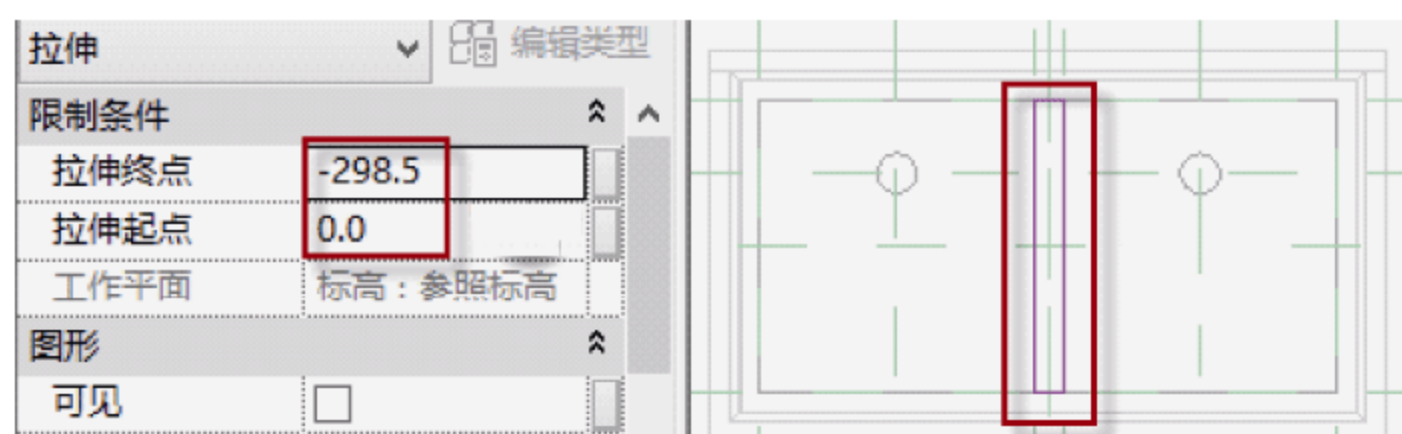

图 8.2.41 绘制水池分隔板
(9) 水池分隔板是长度为 600mm，宽度为 60mm，高度为 150mm 的板。返回到“楼层平面-参照标高”平面，在菜单栏中选择“创建”→“拉伸”→“矩形框”命令，绘制图框，在“属性”面板中编辑“拉伸起点”和“拉伸终点”的数值（0，-298.5），单击√按钮，如图 8.2.41 所示。